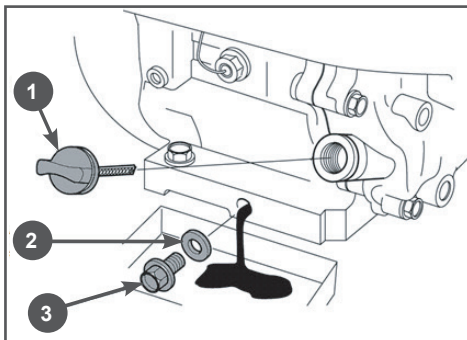

Рис. 12 Замена моторного масла
3. Открутите пробку для слива масла (Рис. 12) и слейте отработанное масло в подготовленную для этого емкость.